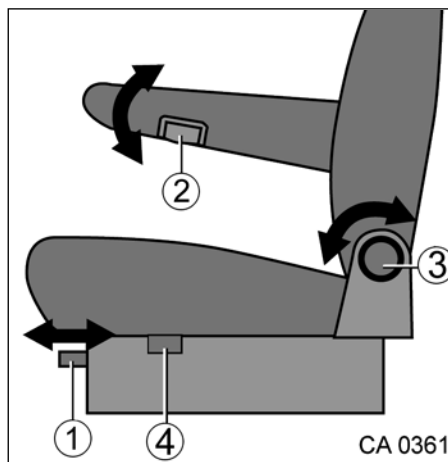
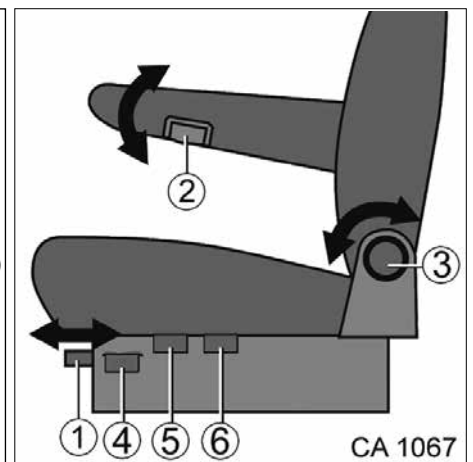

Fig. 15 Réglage du siège standard
Fig. 16 Siège avec réglage en hauteur
3. Pousser le levier (Fig. 15 et Fig. 16 Pos. 4) vers le haut.
1. Tourner la molette (Fig. 15 et Fig. 16, Pos. 2) en sens inverse horaire.